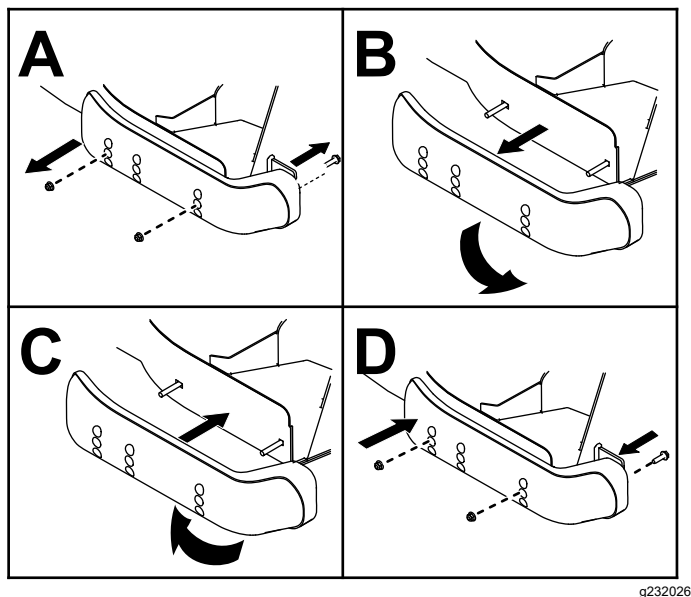

図 135
5. Xリ込みデッキの側面からスキッドを外す 図 135。
6. 左右のスキッドを入れ替えて取り付けるねじは外したものを再利用する 図 135。